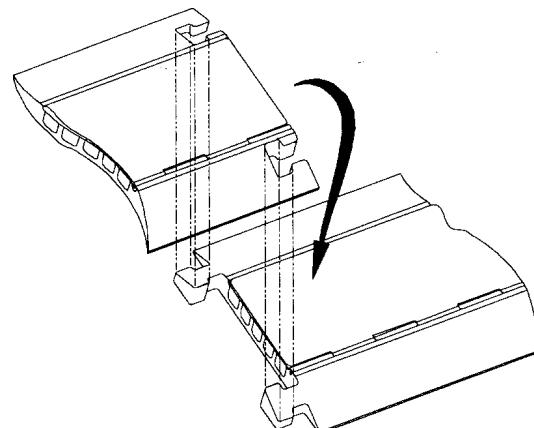

Figure 1
- Assemble sections by aligning female keys over male keys. Use foot to work female keys down around male keys. See Figure 1. Open cover and install cables down into channels. Close cover flush with base.
- Assembler les sections en alignant les queues d'arondis mâles et femelles. À l'aide du pied, pousser les queues d'arondis femelles vers le bas autour des queues d'arondis mâles. Voir la figure 1. Ouvrir le couvercle et installer les câbles dans les canalisations. Remettre le couvercle de niveau avec la base.